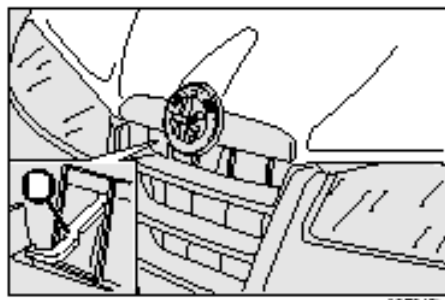

рис.99
- ❑ Потянуть до конца за рычажок **В** - **рис. 99** и поднять крышку капота.